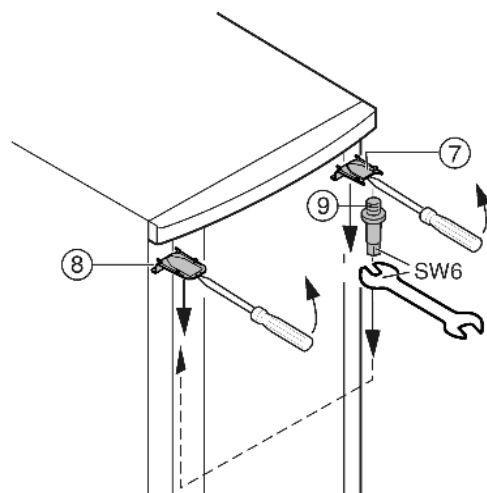

Fig. 6
▶ Za pomocą śrubokrętu podważyć z przodu osłonę Fig. 6 (7) u góry i osłonę Fig. 6 (8) i wyjąć je skośnie w dół.
▶ Wykręcić trzpień zawiasu Fig. 6 (9) i wkręcić mocno po przeciwnej stronie (z siłą 4 Nm).
▶ Ponownie zamontować osłonę Fig. 6 (7) po stronie sworznia łożyska: nasadzić z tyłu i zająć z przodu.
- ▶ Zamontować osłonę Fig. 6 (8) po przeciwległej stronie: nasadzić z tyłu i zażębić z przodu.
- ▶ Drzwi zawiesić na górze na trzpieniach zawiasów Fig. 6 (9).